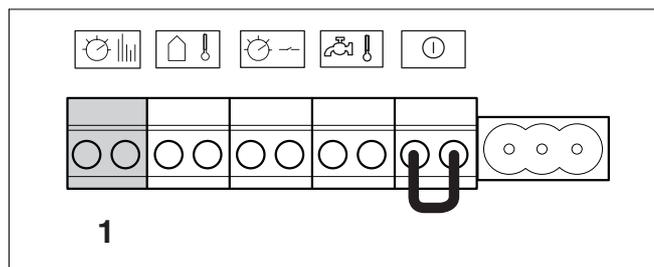

Fig. 28 Morsetteria – unità di servizio ambiente (colore collegamento arancione)
- Collegare l'adattatore RCC (accessorio) alla spina arancione (fig. 28, **pos. 1**) della caldaia.